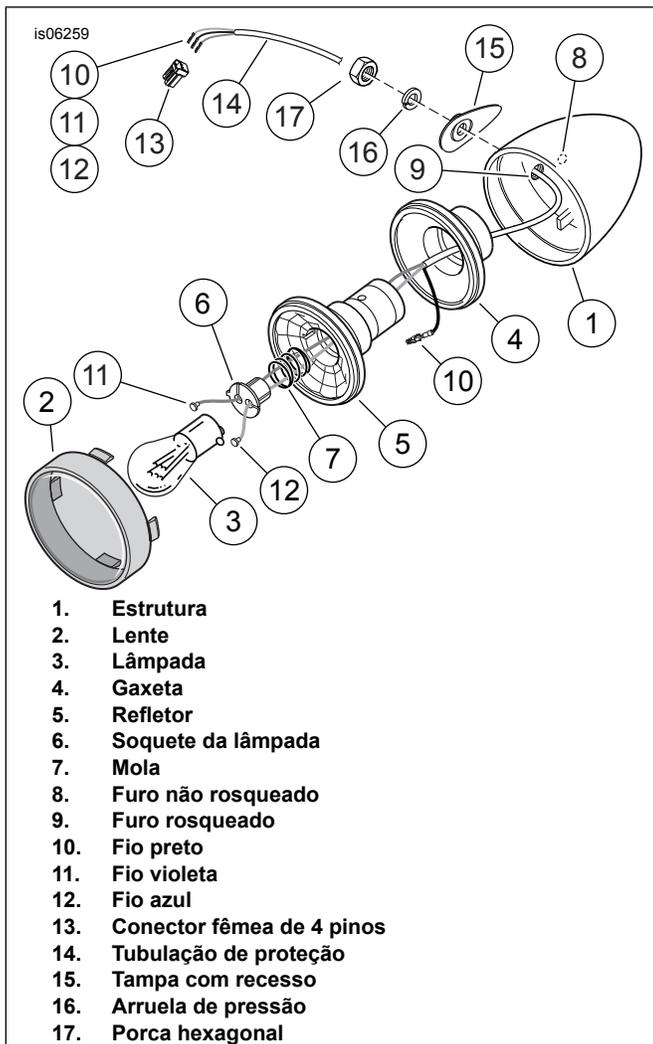

Figura 3. Lâmpadas do freio/traseira/dos pisca-piscas
2. Veja a Figura 3. Remova os fios preto (10), violeta (11) e azul (12) e os terminais fêmea dos conectores fêmea do STT (13). Separe as lâmpadas do STT e os conectores fêmea para instalação posterior.
8. Veja a Figura 3. Insira uma chave de fenda com ponta fina ou uma ferramenta semelhante na ranhura no fundo da lente (2) de uma das lâmpadas do STT e torça para desencaixar a lente da estrutura (1). Pressione a lâmpada (3) para dentro e gire no sentido anti-horário para remover.
14. Veja a Figura 3. Passe os fios do prisioneiro rosqueado no conjunto soldado de reposicionamento do STT através do furo **rosqueado** (9) na estrutura da lâmpada (1) e no centro da gaxeta de borracha (4).
2. Remova com cuidado os fios da luz de freio/pisca-piscas e os conectores da parte interna da estrutura da lâmpada traseira (3). Remova os fios da luz de freio/pisca-piscas das presilhas sob o pára-lama. Separe os conectores fêmea de 4 pinos da luz de freio/pisca-piscas (6) dos conectores macho do chicote de fios da iluminação traseira.
4. Veja a Figura 3. Remova os fios preto (10), violeta (11) e azul (12) e os terminais fêmea dos conectores fêmea da luz do freio/pisca-piscas traseiros. Separe as lâmpadas da luz do freio/pisca-piscas e os conectores fêmea para instalação posterior.
6. Descasque cerca de 25 mm (1 in) de isolamento da extremidade sem terminação de **um** fio, e uma uma guia ou um fio-máquina à extremidade descascada. Passe o fio dentro de um dos prisioneiros rosqueados no conjunto soldado de reposicionamento do STT. Emprurre o fio através da junta em Y até que a extremidade da guia ou do fio-máquina saia através da abertura dianteira (E) do tubo. Continue a puxar e a empurrar os fios até que a extremidade do fio com isolamento seja exposta. Remova a guia ou o fio-máquina da extremidade do fio com isolamento.
9. Veja a Figura 3. Insira uma chave de fenda com ponta fina ou uma ferramenta semelhante na ranhura no fundo da lente (2) de uma das lâmpadas do freio/pisca-piscas traseiros e torça para desencaixar a lente da estrutura (1). Pressione a lâmpada (3) para dentro e gire no sentido anti-horário para remover.
10. Insira a ferramenta entre a borda externa da gaxeta de borracha (4) e a parte interna da estrutura. Alavanque com cuidado o refletor (5) até que fique livre.
11. Remova o terminal do terra e o fio preto (10) da parte traseira do refletor.
15. Veja a Figura 3. Passe os fios do prisioneiro rosqueado no conjunto soldado de reposicionamento do freio/pisca-piscas traseiros através do furo **rosqueado** (9) na estrutura da lâmpada (1) e no centro da gaxeta de borracha (4).